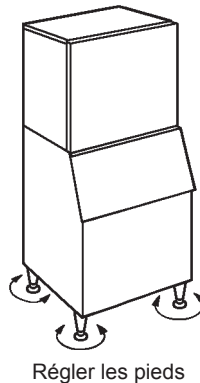

Fig. 7
9) Régler les quatre pieds du bas (ils sont réglables de 0 à 25,4 mm) pour que la machine à glace soit parfaitement à l'horizontale. Utiliser pour cela le niveau à bulle. Voir Fig. 7.